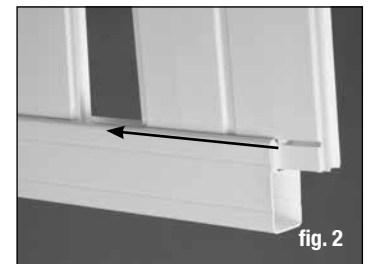

fig. 2
- Comience a introducir las ocho estacas restantes en el canal del barandal (fig. 2). Debido a que las estacas tienen un diseño de pestaña y ranura, asegúrese de insertar cada una en la misma dirección. Alinee totalmente las pestañas de cada estaca en la ranura de la siguiente a medida que se deslizan en el canal. Continúe deslizando las estacas al lado opuesto del barandal hasta que todas estén insertadas en el canal.